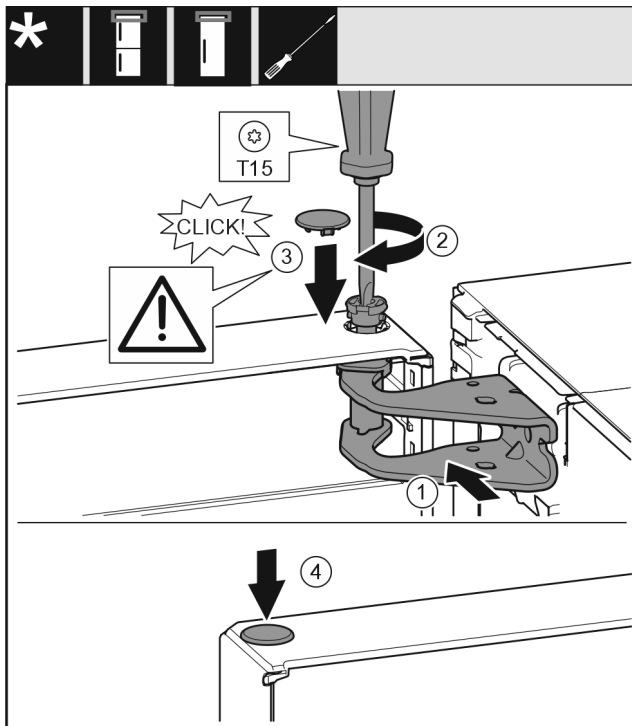

Fig. 24
- Niveloni derën lart për hapjen e saj në bazamentin mbështetës Fig. 24 (1).
- Futni bulonin Fig. 24 (2) dhe mbërthejeni me një kaçavidë.
- Vendosni kapakun mbulues Fig. 24 (3).
- Kontrolloni nëse kapaku mbulues Fig. 24 (3) qëndron mbi derë.
- Vendosni kapakun mbulues Fig. 24 (4).